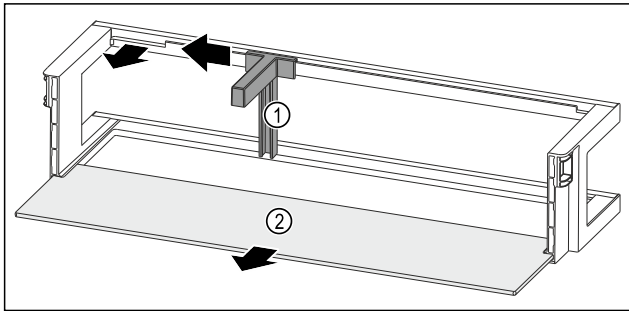

Fig. 164 Dørhulle med flaskeholder og oppstillingsplass
- ▶ Skyv flaskeholderen Fig. 164 (1) frem til fordypningen til side.
- ▶ Fjern flaskeholderen Fig. 164 (1).
- ▶ Fjern oppstillingsplassen Fig. 164 (2).